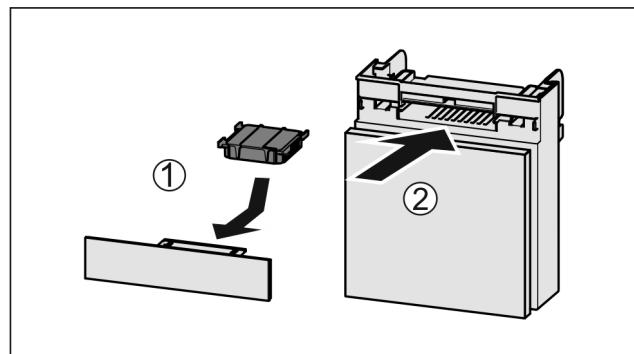

Fig. 77
- Установите фильтр с активированным углем, как показано на рисунке Fig. 77 (1).
► Вставьте отделение Fig. 77 (2).